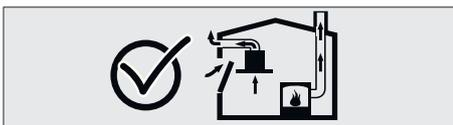

Fig. 3
- Par conséquent, une entrée d'air frais suffisante doit toujours être assurée. Fig. 3